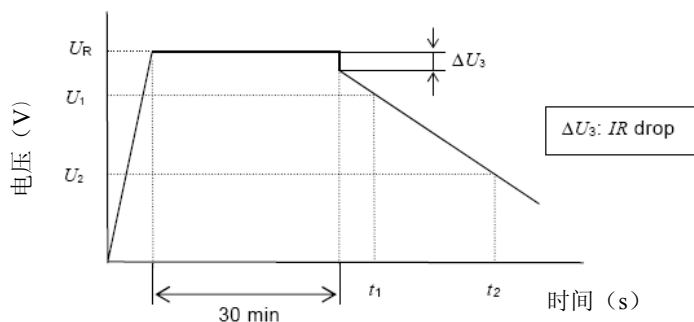

图2 电容器的端电压特性
(3) 测量方法measuring method
- ⊙ 测量电容器两端电压从U₁到U₂的时间t₁和t₂，如图2所示，根据下列等式计算容量值：